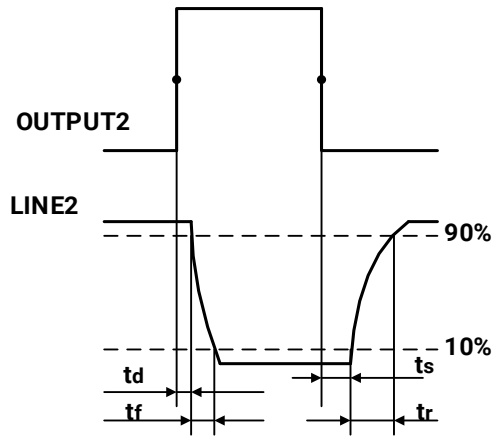

图 7-11 Line2 输出电路参数
- 上升沿延时= t_d+t_f : $<20\mu s$ ($0^{\circ}C\sim 45^{\circ}C$), 参数说明见图 7-11
- 下降沿延时= t_s+t_r : $<20\mu s$ ($0^{\circ}C\sim 45^{\circ}C$), 参数说明见图 7-11